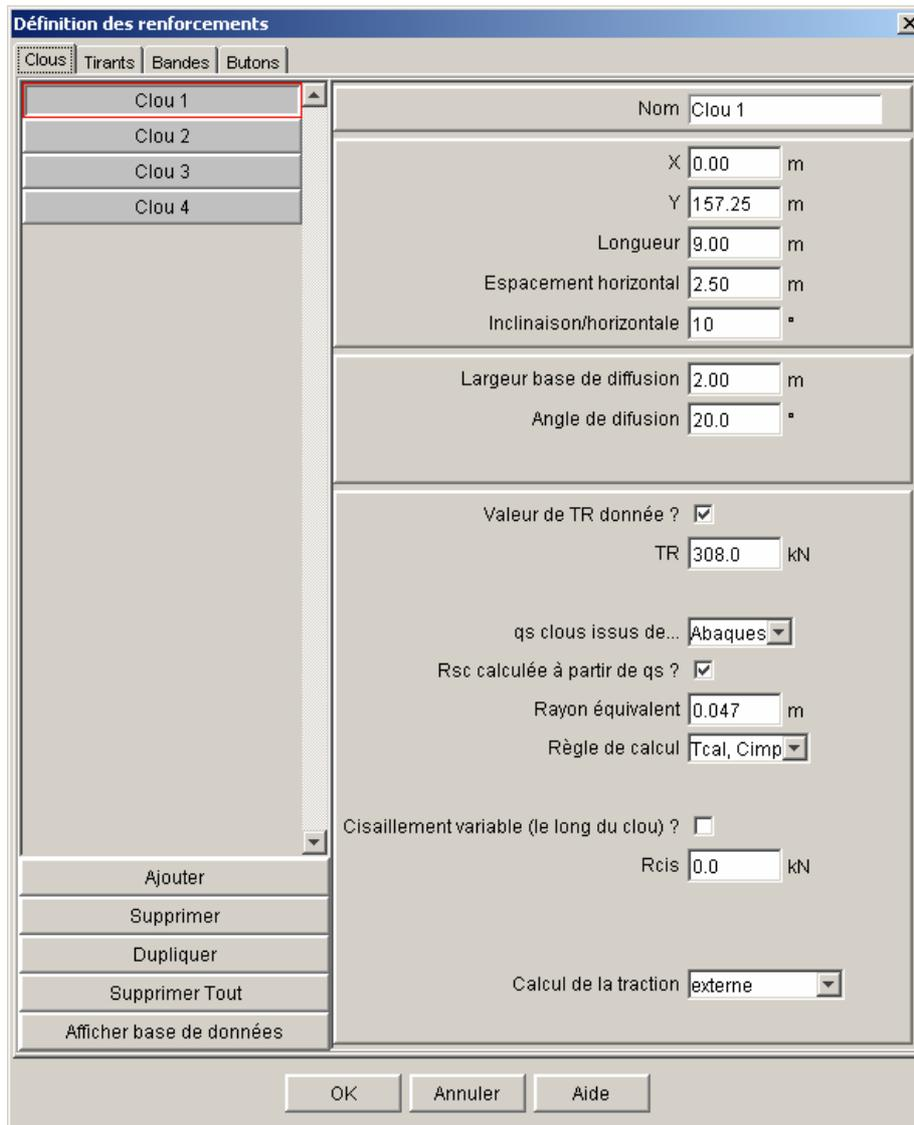

Figure 44 : boîte de dialogue Renforcements : onglet 1 (clous)
- est donnée directement (unité d'effort) : Figure 44,
- doit être calculée à partir du rayon équivalent (rayon de forage du scellement, en m, utilisé pour le calcul du périmètre extérieur de frottement sol/clou) et de $q_{s_{\text{clous}}}$ (défini pour chaque sol dans les caractéristiques des sols, voir le chapitre 4.6) : Figure 44 (ce choix est le choix par défaut),
⇒ Si la règle de calcul est ($T_{\text{cal}}, C_{\text{imp}}$) (Figure 44), il faut compléter :